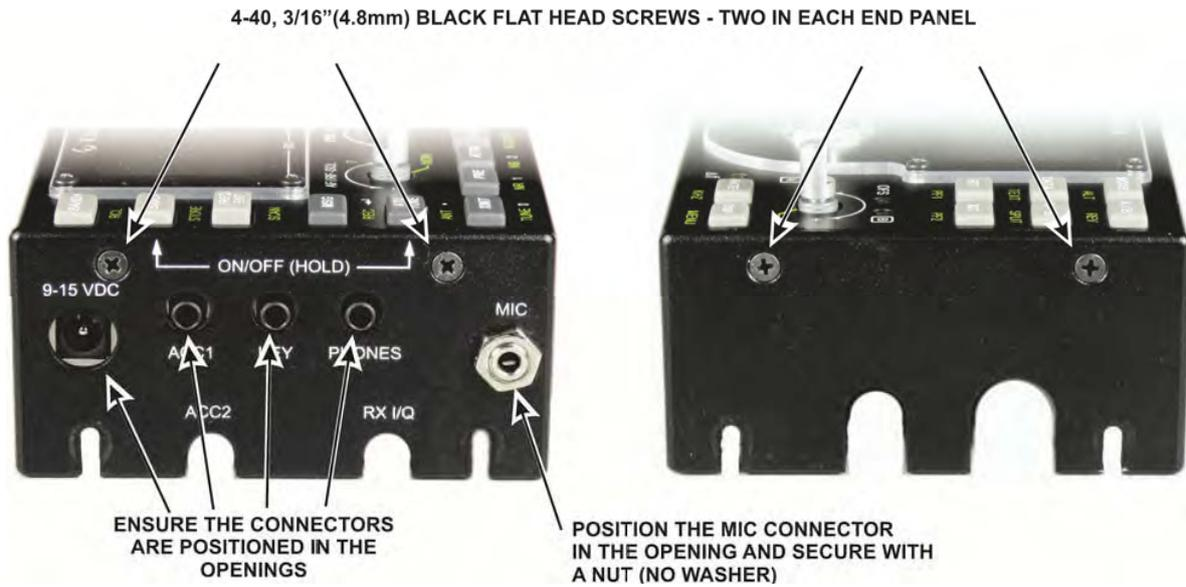

Figure 22. Mounting the Side Panels.
□ 図 22 に示されるような側面をインストールしてください。MICコネクタに糸がその上に通された終了ナットが供給されます。側面をマウントした後に示されるようにナットを削除して、それを交換してください。